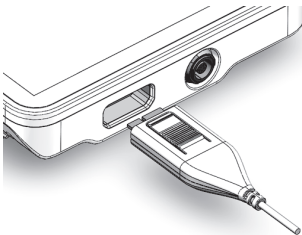

Figure 7. Connecter la fiche du câble de signal de l'endoscope au processeur vidéo
- Lors de l'utilisation d'un endoscope électronique compatible avec le canal de signal 2, assurez-vous de couper l'alimentation du processeur vidéo, puis connectez l'endoscope au processeur et allumez ce dernier. Lors de la connexion de l'endoscope au processeur, enclenchez la carte de signal de l'endoscope vers le haut et insérez-la pour établir la connexion (Figure 7).